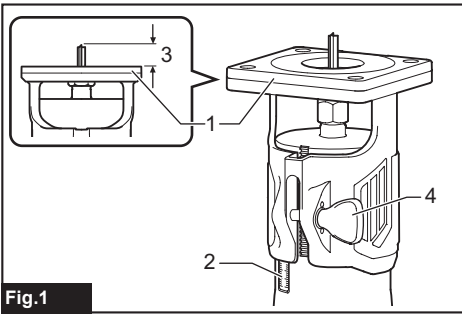

Fig. 1
► **Рис.1:** 1. Основание 2. Шкала 3. Выступ фрезы 4. Зажимной винт